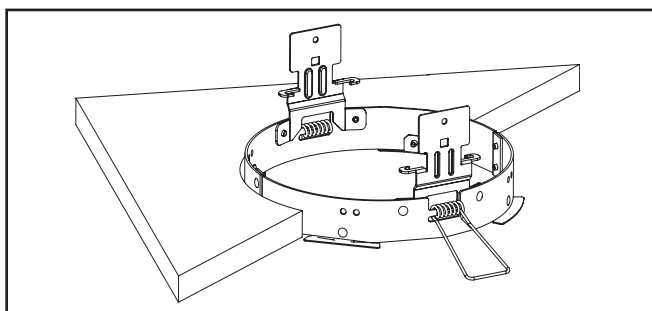

Figure 2.
3. Insérez la bague de l'applique dans le trou du plafond en pinçant les ressorts vers le haut (Figure 2.).